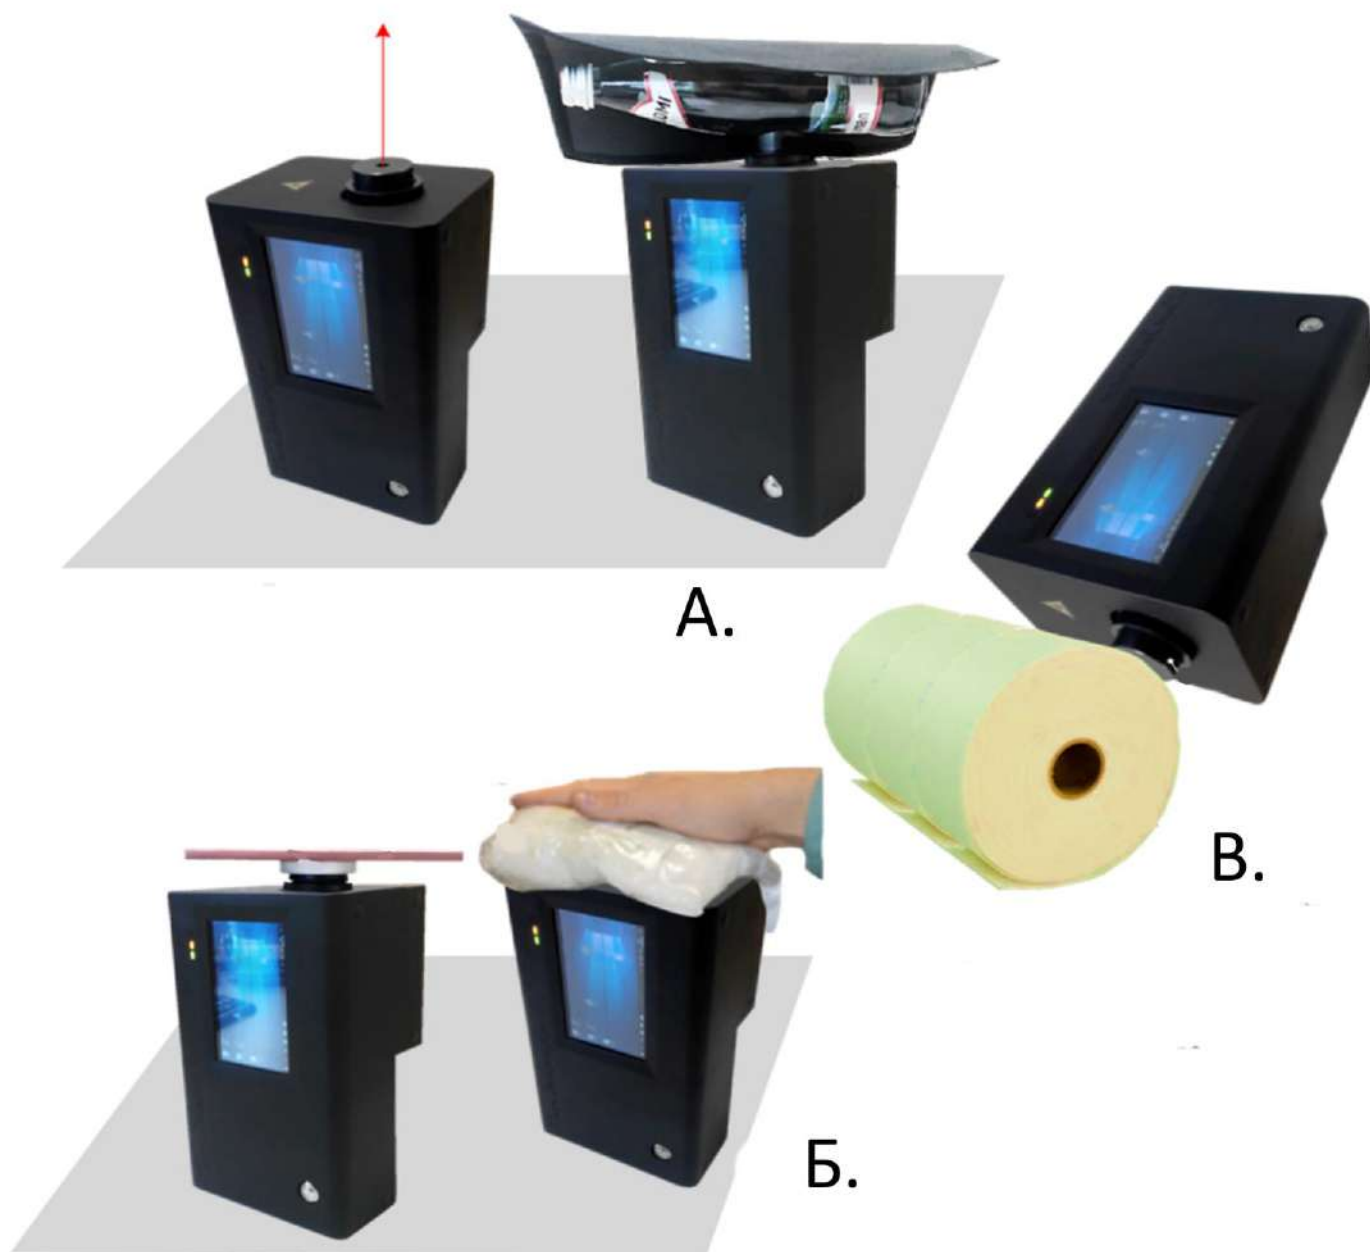

Рис. 2.1. Варианты положения «ХимЭксперт-Т» при функционировании.
- перекрывать распространение лазерного луча исследуемым образцом (см. п. 2.3.1., рис. 2.1.).